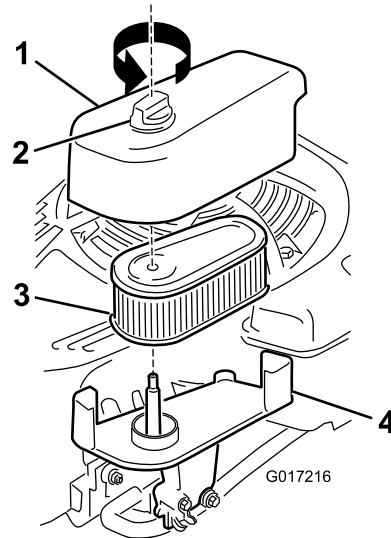

Bild 32
1. Lösen Sie die Befestigung und nehmen Sie die Abdeckung ab (Bild 32).